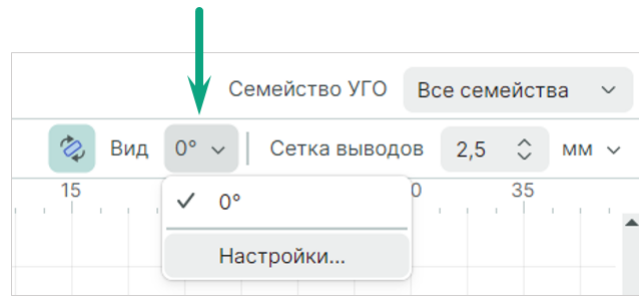

Рис. 188 Настройка типов отображения УГО
3. Выберите в выпадающем списке «Вид» пункт «Настройки...», Рис. 188.